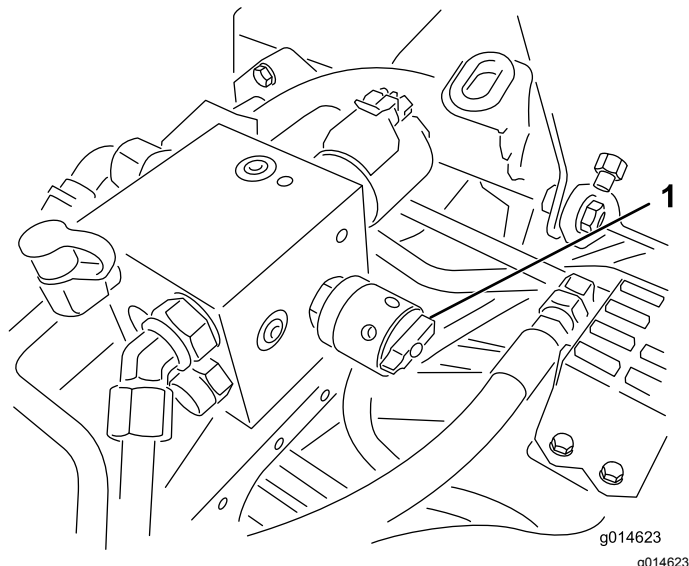

図 51
6. リール速度コントロールを1にセットする図 51。
4. リールの速度を設定するには、リール速度コントロールのノブ 図 51 を回して、ノブの矢印を、ステップ3で決めた数値に合わせる。